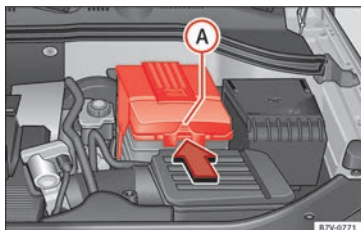

Fig. 249 En el vano motor: retire la tapa de la batería del vehículo.
- *En el caso de una tapa:* presione la lengüeta » **fig. 249**  en el sentido que indica la flecha y retire hacia arriba la cubierta.